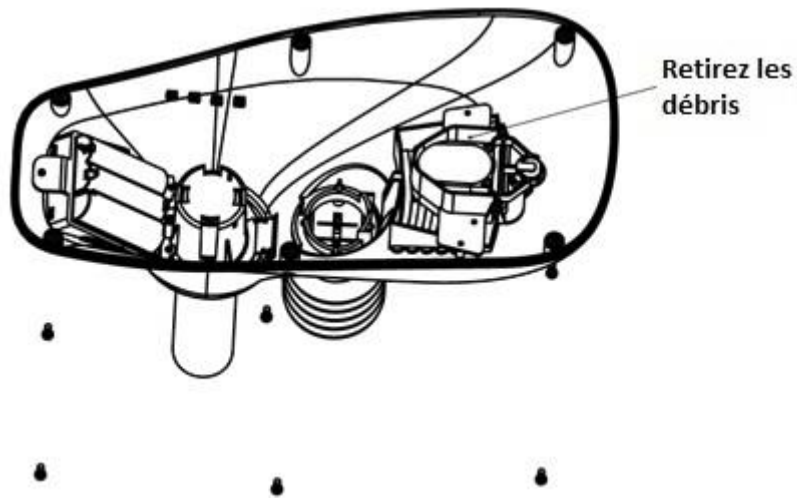

Figure 33
3. Retirez les éventuels débris et toiles d'araignées, tel qu'illustré Figure 33.